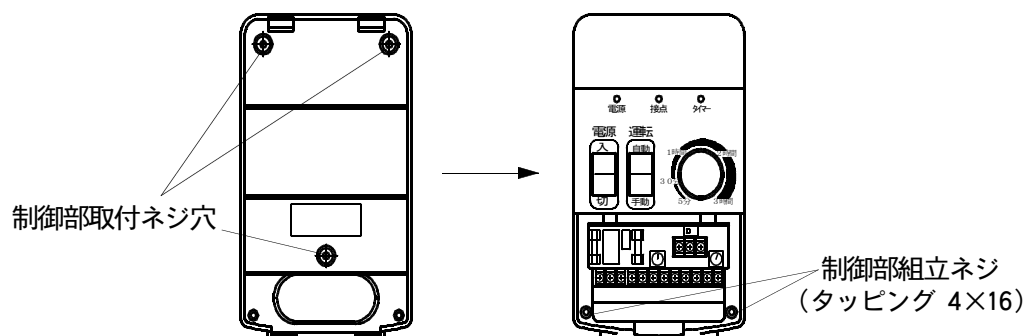

図8 制御部取付
- ②最初にAの裏蓋を取り付けます。図8の左図に示した3カ所の制御部取付ネジ穴に付属のタッピングネジなどで壁に取り付けます。
③次にBの本体を裏蓋に取付、図8の右図に示した2カ所のネジ取付部に付属タッピングネジ（4×16）で固定します。
④配線や各調整が終わりましたらCのカバーを取り付けて下さい。